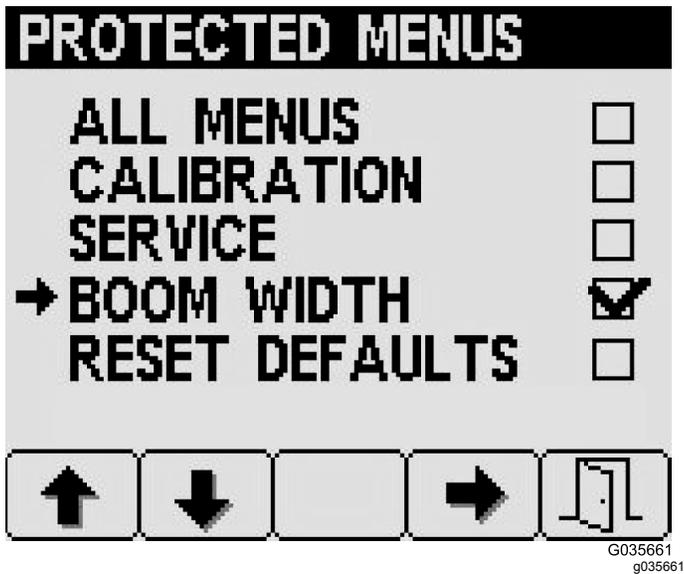

図 30
- ボタン 4 を押してその設定を選択または選択解除する 図 30。